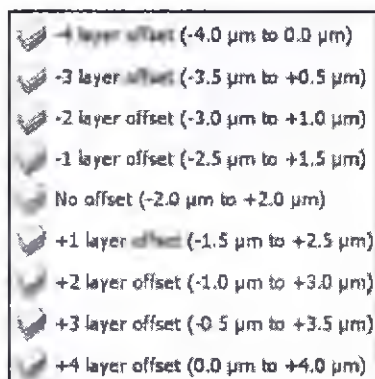

Рисунок 53
- Advanced: Данный вариант совпадает с вариантом Standard (Стандарт) плюс предусматривает возможность смещения количества слоев от центрального уровня сканирования (Рисунок 53).